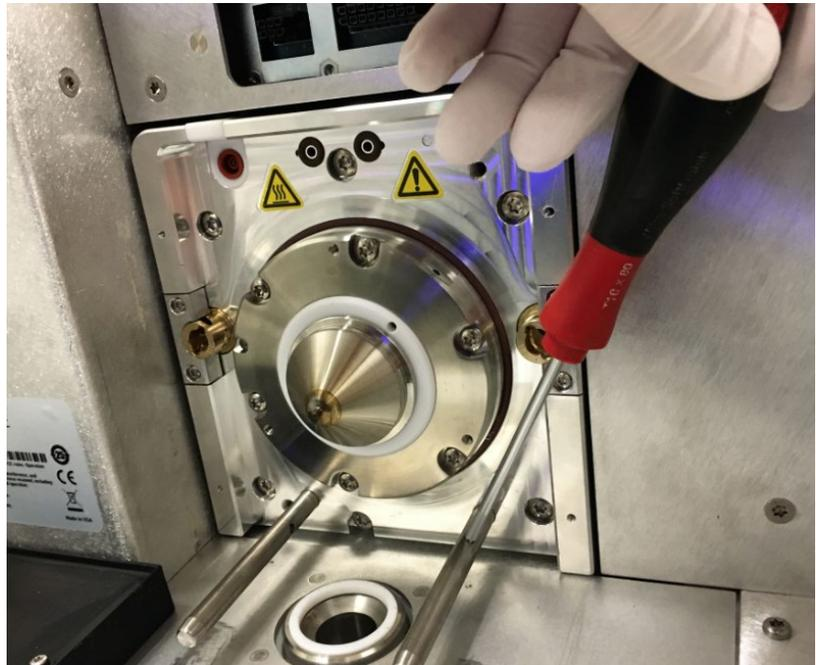

Abbildung 122: Festziehen der Stifte der Zerstäuberammer
- 3) Prüfen Sie, ob die Stifte der Zerstäuberammer fest sind. Wenn sie lose sind, ziehen Sie die Stifte der Zerstäuberammer mit einem T10-Schraubendreher fest (siehe Abbildung 122).